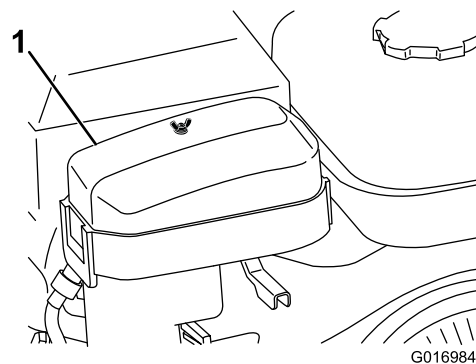

Figura 31
2. Togliete il dado ad alette che fissa il coperchio del filtro dell'aria e rimuovete il coperchio (Figura 31).